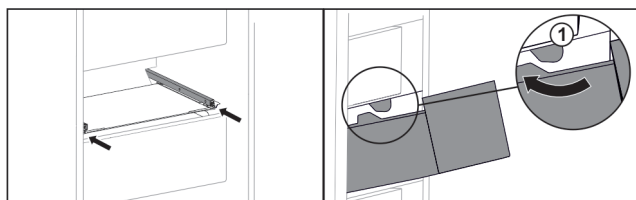

Fig. 149
- ▶ Prevedte zásuvku okolo zarážok Fig. 149 (1).